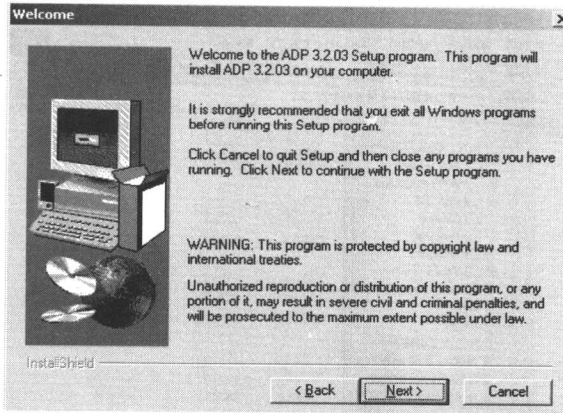

图 1.2.7 安装向导
⑦ 出现安装向导，阅读画面中的文字后点击“Next”，继续安装，如图 1.2.7 所示。